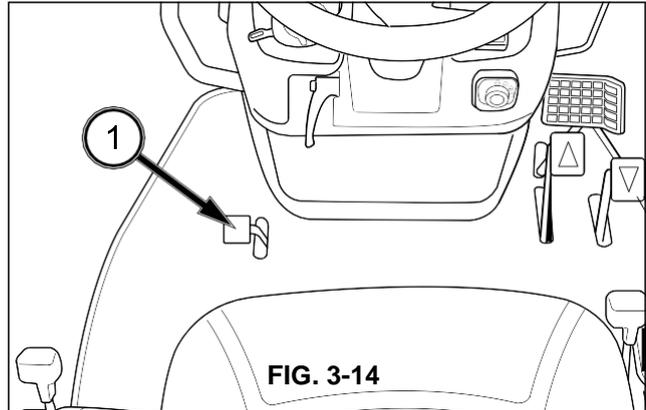

FIG. 3-14
FIG. 3-14: Cuando pulse el pedal de bloqueo del diferencial (1), los ejes traseros se bloquean juntos para que las ruedas traseras giren a la misma velocidad. Esto es muy importante cuando trabaja en un suelo blando o un terreno deslizante.